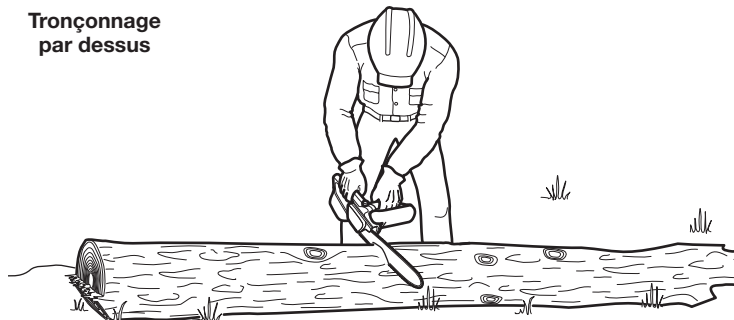

Fig. 19
Lorsque les bûches sont soutenues sur toute la longueur, des précautions supplémentaires doivent être prises pour s'assurer que la chaîne ne touchera pas au sol ou à une autre structure de soutien (Fig. 19).
1. Commencez à couper par le haut, avec le bas de la chaîne de la tronçonneuse contre le dessus de la bûche (Fig. 19).